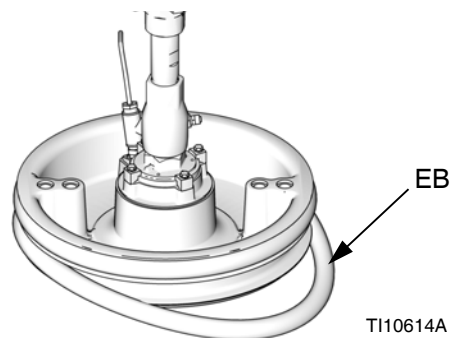

FIG. 20
1. Utilizzando uno strumento in legno o plastica per evitare danni all'eccentrico (EB), pulire tutto il materiale dalle scanalature della guarnizione.
2. *Lavorando dal basso*, inclinare un eccentrico (EB) sulla parte posteriore della piastra. Vedere FIG. 20.
3. Inserire l'eccentrico (EB) nella scanalatura superiore e far scorrere la parte anteriore dell'eccentrico nella scanalatura.
4. Inserire il secondo pulitore (EB) nella scanalatura inferiore e far scorrere la parte frontale del pulitore nella scanalatura.